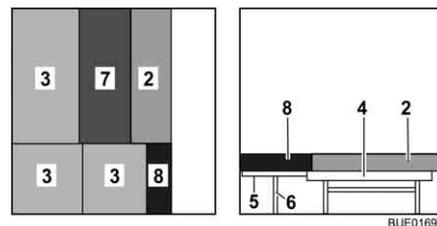

Fig. 112 Après la transformation
- Placer le coussin supplémentaire (Fig. 112,8) sur la rallonge du coffre de banquet (Fig. 112,5).
- Placer le coussin supplémentaire (Fig. 112,7) sur la table (Fig. 112,4).
- Placer le coussin de dossier (Fig. 112,2) sur la table devant le coussin supplémentaire (Fig. 112,7).